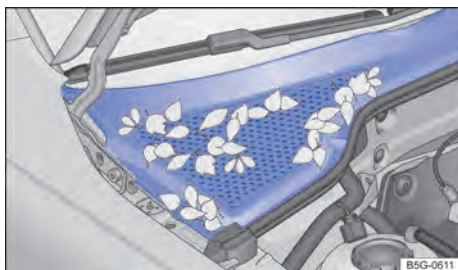

Fig. 169 Entre o compartimento do motor e o para-brisa: caixa de água (representação esquemática).
- A caixa coletora de água está localizada no compartimento do motor, entre o para-brisa e o motor e sob uma cobertura perfurada → Fig. 169. O ar ambiente é sugado da caixa coletora de água para o interior do veículo por meio do sistema de aquecimento e ventilação ou do ar-condicionado.